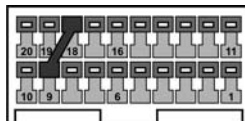

Рис. 7 Разъём иммобилайзера
3.9 Убедитесь, что при отсутствии иммобилайзера существует перемычка между 9 и 18 клеммами разъёма иммобилайзера. Если перемычка отсутствует, установите её (см. **Рис.7**).